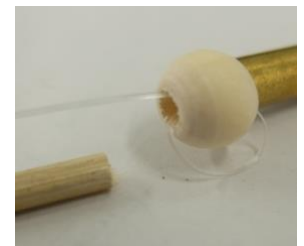

Abbildung 2, Klemmen des Fadens mit Holzstab
- Die Nylonschnur wird an den Holzperlen mit einem Stück Holzstab (z.B. Schaschlikspiess) geklemmt = wieder lösbar und für die Erprobung der Zugspannung zu empfehlen (Abb.2)